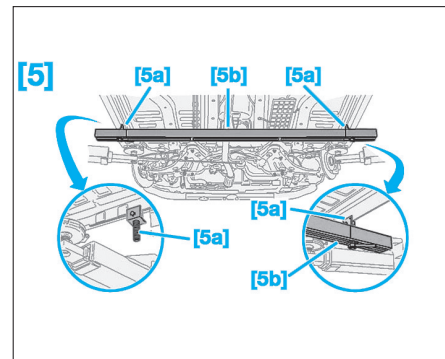

Fig. 4
- la réserve de vide (8),
- les vis de fixation du démarreur (9),
- le démarreur (10) (sans le débrancher),
- de chaque côté, les pinces [5a] de l'outil [5] sur le bas de caisse du véhicule (Fig.4),